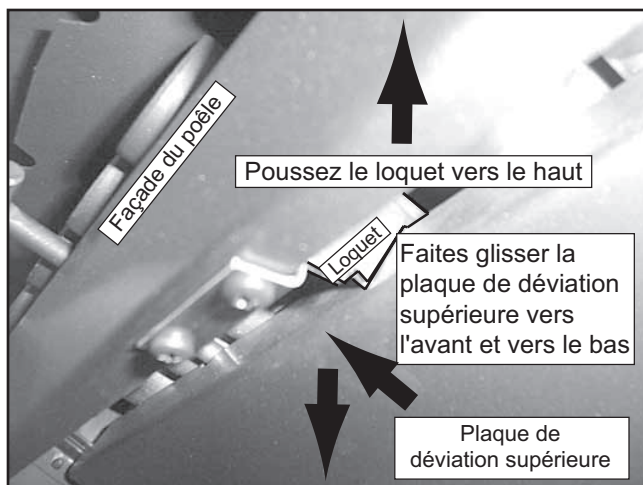

Figure 26.1
- c. Poussez le loquet vers le haut avec le doigt tout en faisant glisser la plaque supérieure vers l'avant et vers le bas. **Figure 26.1.**